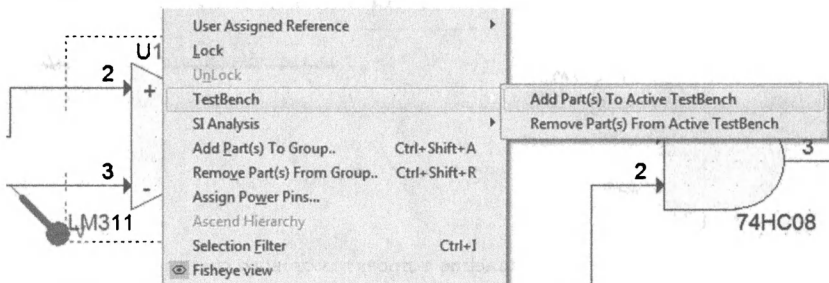

Рис. 19.4. Активизация компонентов Test Bench из основного проекта
2. Щелкните правой кнопкой мыши и выберите TestBench> Add Part(s) To Active TestBench (рис. 19.4).